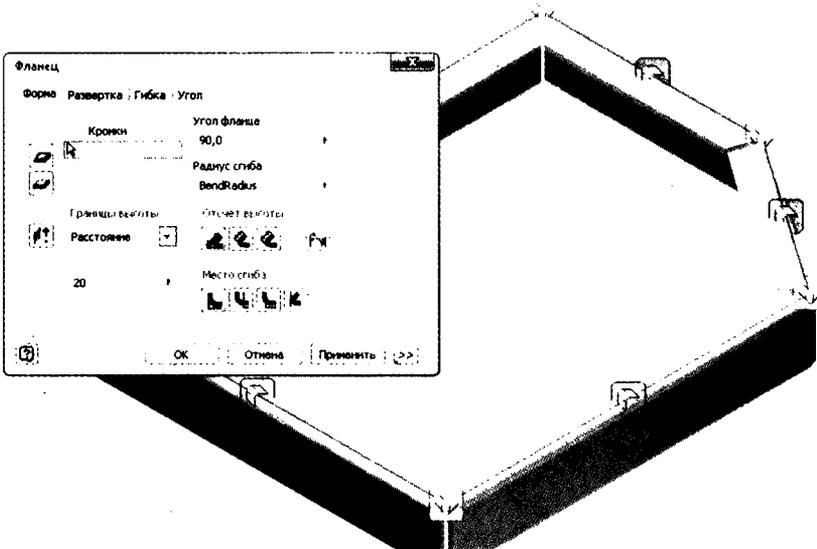

Рис. 10.7. Пересекающиеся углы автоматически обрезаются
7. Щелкните на внутреннем ребре только что созданного фланца, как показано на рис. 10.7.